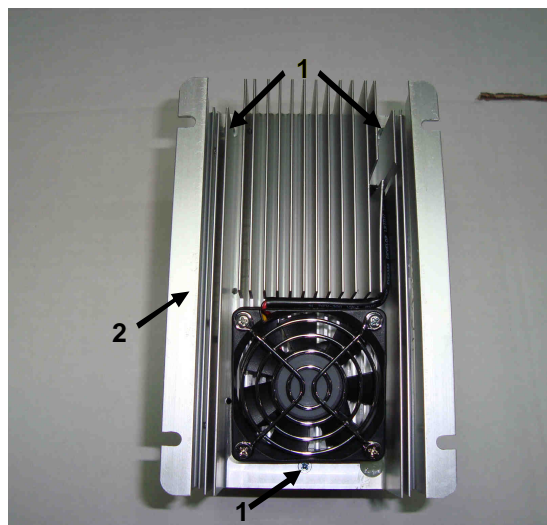

Рис. 7.12
7.7.2. Закрепить верхнюю часть корпуса 2 тремя винтами 1 (рис. 7.12).